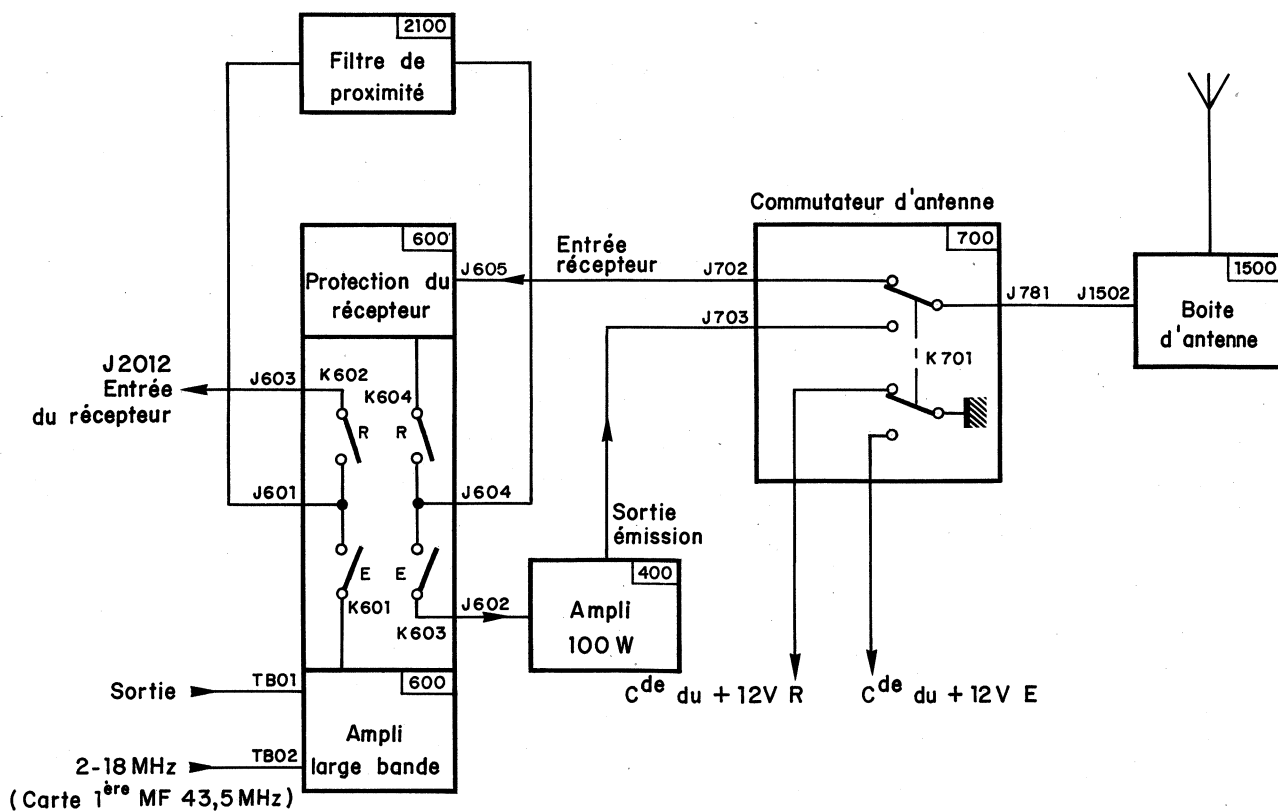

Fig. 3-34
La tension d'entrée du récepteur, issue de la BAA en J1502, appliquée sur le coffret E-R en J781, transite par le contact repos du relais K 701 de la carte commutateur d'antenne (700) pour être appliquée en J605 (Fig. 3-34).
Le filtre placé dans les circuits de commutation émission-réception de l'E/R TRC 382 C sert à transmettre le signal HF d'une fréquence comprise entre 2 et 18 MHz vers l'amplificateur HF 100 W ou vers l'entrée récepteur, selon que l'E/R est en émission ou en réception (Fig. 3-34), le circuit à couplage magnétique ou à couplage capacitif variable a une impédance d'entrée et de sortie de 50 Ω .